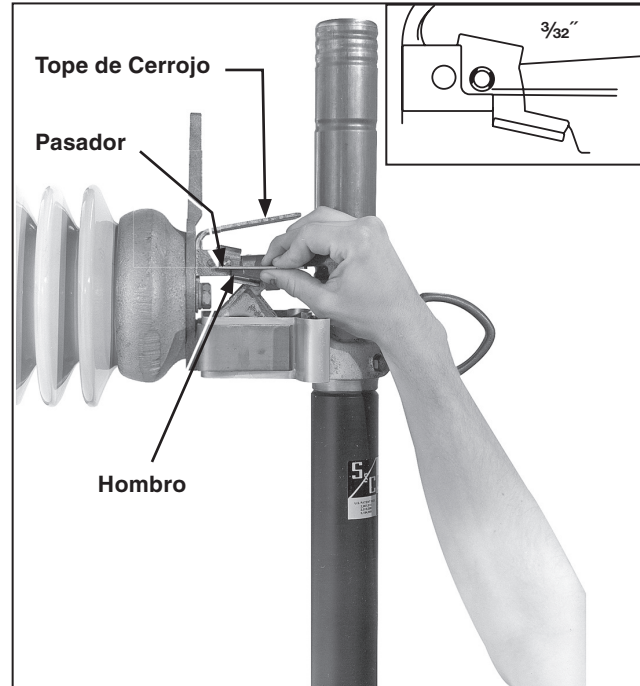

Figura 6. Revisión de la separación entre el pasador del conjunto de enganche y la pieza fundida de contacto del hombro.
Un fusible SMD fabricado antes del otoño de 1963 no se puede cerrar de golpe. Le falta el tope de cerrojo que se indica en la Figura 6, y por ello se debe cerrar con un movimiento fuerte y parejo hasta el final. O se puede cerrar con una operación de dos etapas: (1) mueva la unidad fusible hacia arriba hasta que se ponga contra el contacto superior; y (2) empuje la unidad fusible hacia el contacto con un movimiento parejo hasta el final. Estos métodos de cerrado les dan a los elementos de enganche el tiempo para asentar correctamente y evitan que la unidad fusible se salga del contacto.
PASO 5. Con el conjunto de la unidad fusible cerrado, revise que haya una separación de $\frac{3}{32}$ " (2 mm) entre el pasador del conjunto de enganche y el hombro de la pieza fundida de contacto inferior. Vea la Figura 6.